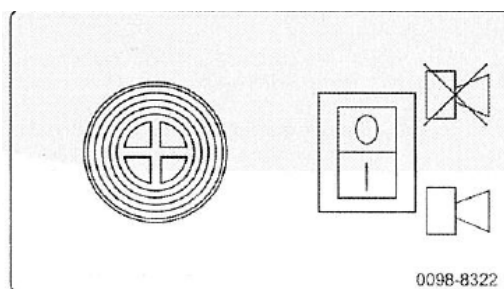

Рис.5 Лицевая панель модуля сигнализации
Модуль сигнализации обеспечивает подачу звуковых предупредительных сигналов. Двухпозиционный переключатель имеет 2 положения: Вкл. (I) и Выкл. (O). См. **Рис.5**